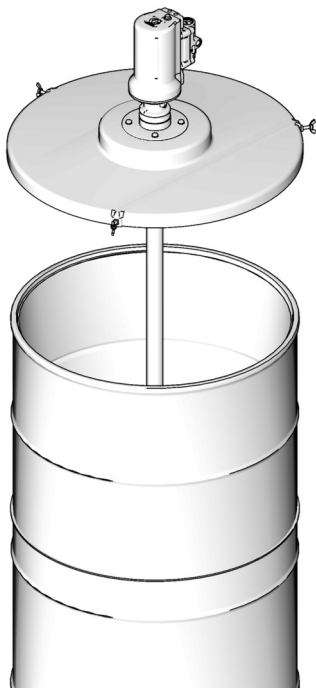

Рис. 9
7. Пропустите через резиновую прокладку в центре упорной пластины ввод трубы насоса (Рис. 9).